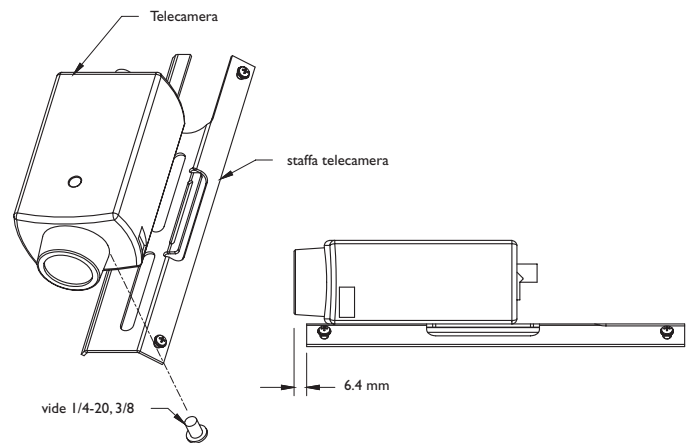

FIGURA 4: Installazione della telecamera
- 3b. Utilizzare la vite 1/4-20 x 3/8 pollici per montare la telecamera sulla staffa. L'ottica deve fuoriuscire dalla parte frontale della staffa telecamera di circa 6 mm. Vedi figura 4.